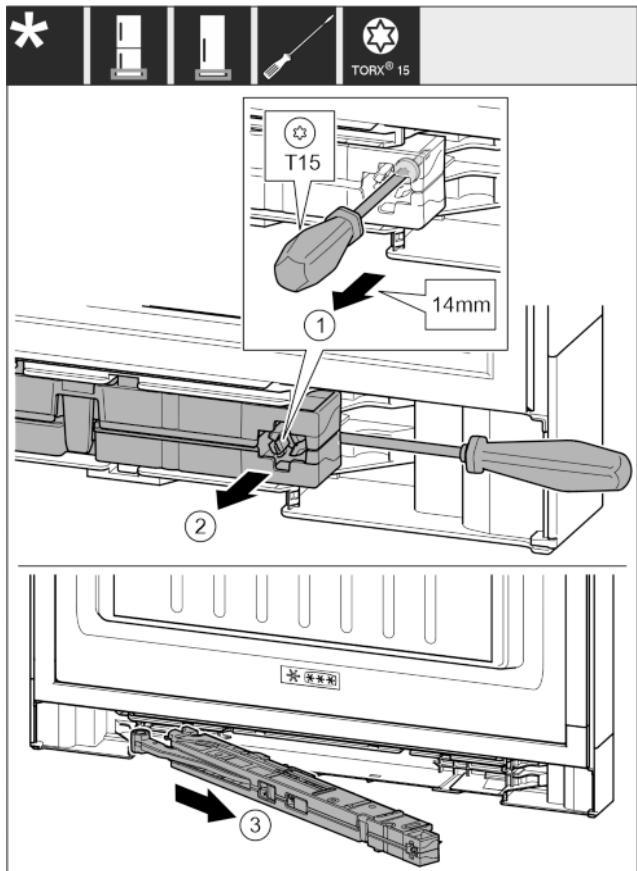

Fig. 14
- ▶ Odvijačem T15 otpustite vijak na jedinici prigušivača zatvaranja oko 14 mm. Fig. 14 (1)
- ▶ Odvijač gurnite na strani prianjanja iza jedinice prigušivača zatvaranja. Okrenite jedinicu prema naprijed. Fig. 14 (2)
- ▶ Izvucite jedinicu. Fig. 14 (3)